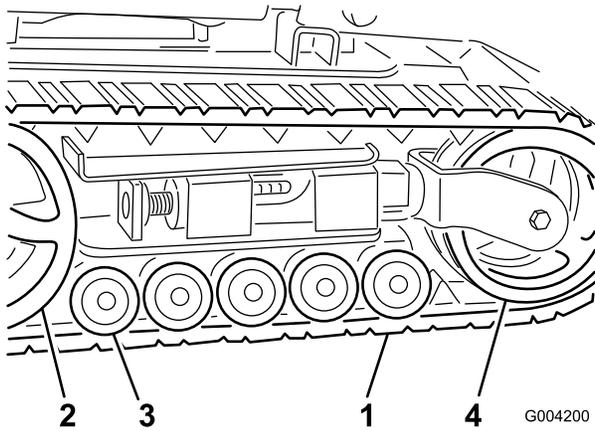

Figura 43
**Importante:** Certifique-se de que limpa bem as rodas de estrada, a roda de tensão e a roda dentada da transmissão (Figura 43). As rodas de estrada devem rodar livremente quando limpas.